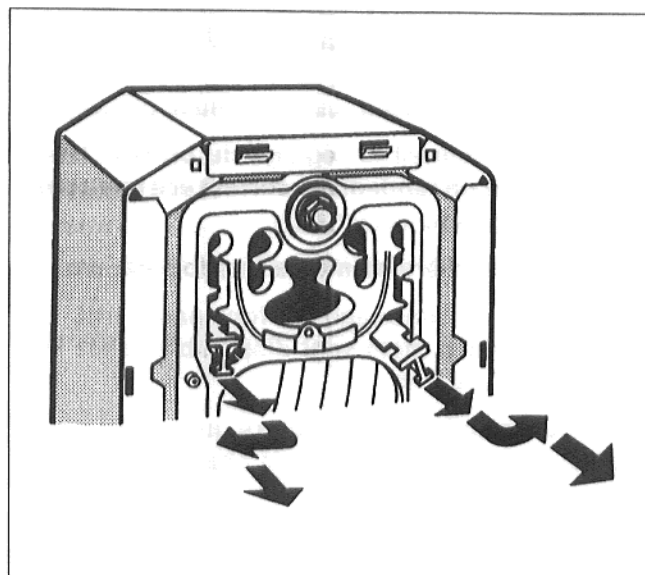

Fig. 34 Retrait des turbulateurs
- Tirer les turbulateurs légèrement vers l'avant, tourner l'étrier de sécurité vers l'extérieur. Retirer le turbulateur vers l'avant (Fig. 34).